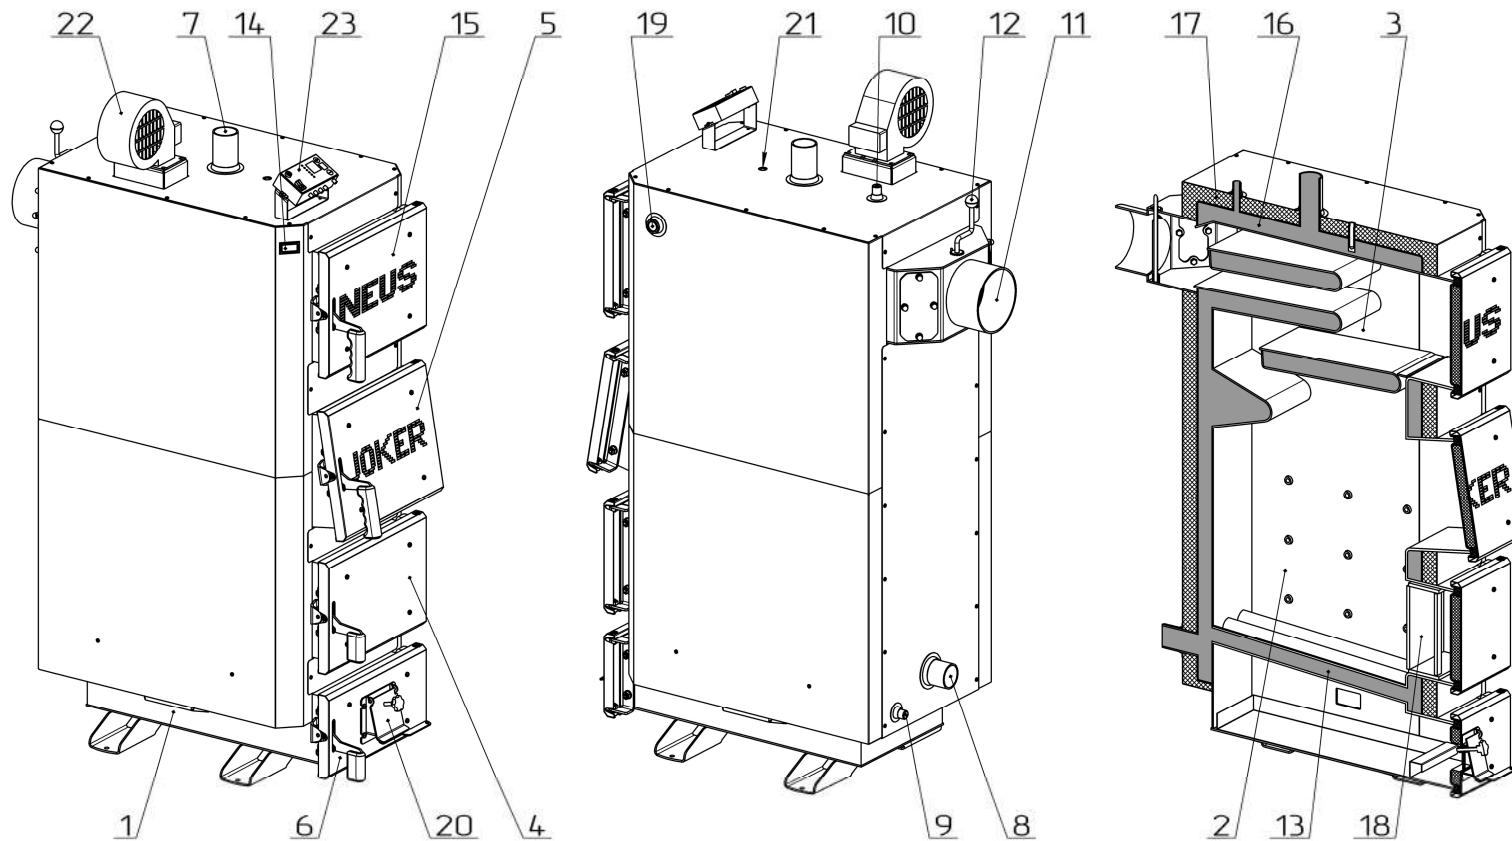

Рисунок 2 – Основні елементи котла Neus-Джокер (Neus-Джокер-Плюс)
Конструктивно котел являє собою збірно-зварену конструкцію, що складається з корпуса (поз. 1, рис. 2) з камeroю згоряння (топкою) (поз. 2, рис. 2). Конвекційна частина котла складається з трьохходового теплообмінника (поз. 3, рис. 2), який розташований безпосередньо над топкою.
Корпус котла виконаний в формі паралелепіпеду з подвійними стінками, які розділені водними перегородками (поз. 16, рис. 2). На зовнішній поверхні корпуса під декоративною обшивкою закріплена теплова ізоляція. (поз. 17, рис. 2).
Паливо для процесу спалення завантажується на колосникові грати (поз. 13, рис. 2) крізь завантажувальні дверцята (поз. 5, рис. 2). Згоряння палива в топці відбувається за участю повітря, яке постачається наступним чином:
- у котлі Neus-Джокер – крізь вікно клапана подачі повітря (поз. 20, рис. 2), що закривається кришкою, під колосникові грати. Кількість повітря, необхідного для процесу згоряння, регулюється механічним регулятором тяги, який шляхом натягу або послаблення ланцюга керує положенням кришки клапана. **Регулятор тяги не входить до комплекту поставки котла.**
- у котлі Neus-Джокер-Плюс – під колосникові грати та безпосередньо у топку припливним вентилятором (поз. 22, рис. 2). Кількість повітря, необхідного для процесу згоряння, регулюється автоматично контролером (поз. 23, рис. 2);
Для монтажу вентилятора необхідно використовувати спеціальний фланець, розміщений на верхній стінці корпусу котла (див. рис. 2). Також можна встановлювати вентилятор на дверцятах (поз. 6, рис. 2) замість клапана подачі повітря (поз. 20, рис. 2).
Підведення і відведення теплоносія здійснюється відповідно через патрубки зворотної мережної води (поз. 8, рис. 2) і прямої мережної води (поз. 7, рис. 2).
Топочні гази виходять у димохід крізь боров (поз. 11, рис. 2), розташований у задній частині котла. Боров обладнано вбудованим дросельним клапаном продуктів згоряння – шибером (поз. 12, рис. 2). У випадку надто високої тяги у димоході шибер дає можливість її знизити шляхом часткового перекривання вихідного отвору борова.
У верхній частині корпуса котла розташований штуцер для встановлення запобіжного клапана котла (поз. 10, рис. 2).
На задній стінці корпуса у нижній її частині розміщено штуцер для зливу води з котла (поз. 9, рис. 2).
Ревізійний дверцята (поз. 6, рис. 2), що розташовані на передній стінці котла, необхідні для можливості спорожнення підколосникової зони.
Для чищення конвекційної частини котла передбачені дверцята (поз. 15, рис. 2).